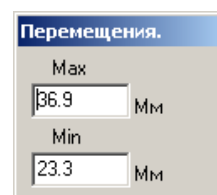

Рис.6.3.2. Окно диалога Перемещения
- Подведите эту черту к середине первого пролета – в окне диалога **Перемещения** будут приведены ординаты эюры в указанной точке (рис. 6.3.2).